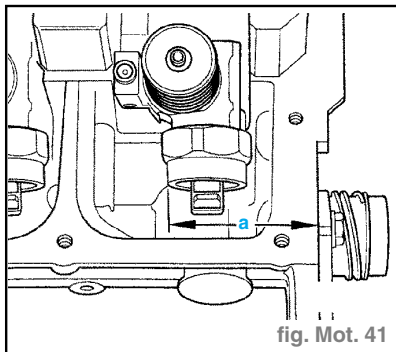

fig. Mot. 41
- A l'aide du pied à coulisse (plage de mesure de 400 mm mini), contrôler la cote (a) entre le bord extérieur de la culasse et la surface circulaire de l'injecteur-pompe (fig. Mot. 41).